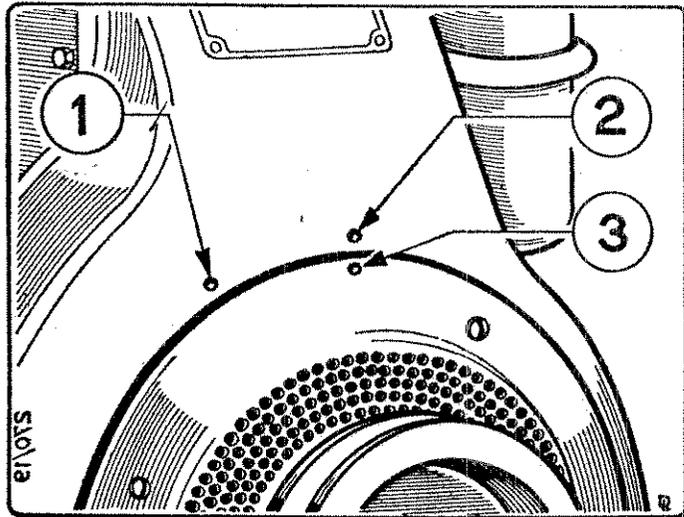

Fig. 10 - RIFERIMENTI DEL P.M.S. E DELL'INIZIO POMPATA
POSIZIONE DEL PUNTO MORTO SUPERIORE (Fig. 10)
c) Nell'istante in cui il pistoncino chiude il foro di alimentazione del cilindretto il combustibile cesserà di sgorgare. Questo è l'inizio della pompata e deve cadere nel punto indicato con I.P. (Fig. 10).